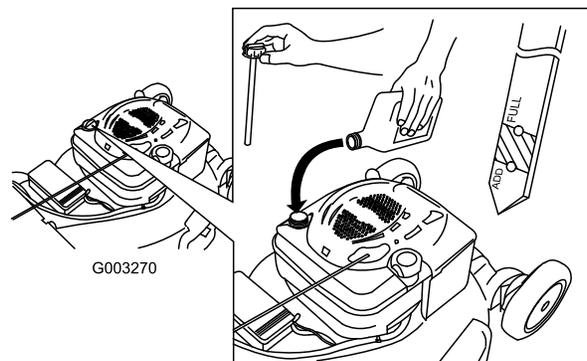

Figure 36
4. Versez de l'huile **lentement** dans le goulot de remplissage pour faire monter le niveau de liquide jusqu'au repère du plein (Full) sur la jauge (Figure 36). **Ne remplissez pas excessivement.** (Remplissage max. : 0,59 l, type : huile détergente SAE 30 de classe de service API SF, SG, SH, SJ, SL ou supérieure.)